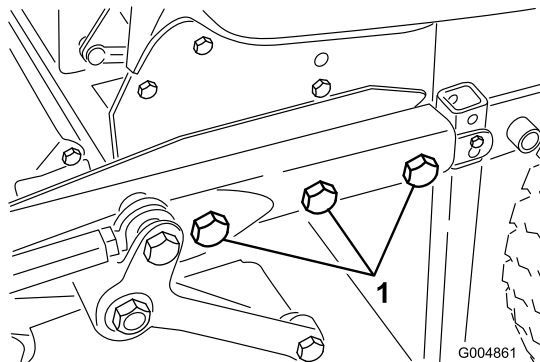

Figure 88
31. Roulez le tablier d'été et le cadre en position et montez les cinq boulons (3/4 po), rondelles et écrous qui fixent le cadre du tablier au cadre arrière (Figure 88). Enlevez les goupilles du vérin de levage et les roues arrière (au